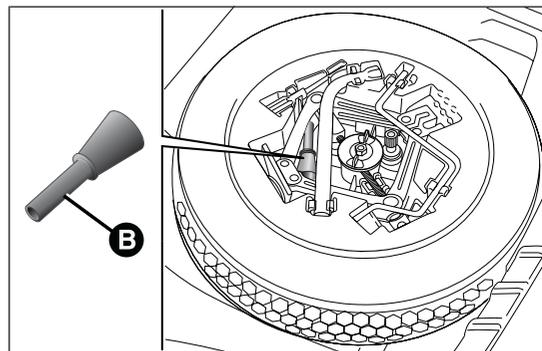
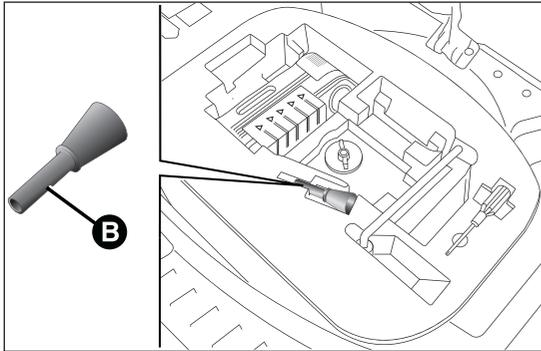

fig. 80
fig. 81
- ouvrir le coffre à bagages et prendre l'adaptateur spécial B situé dans la boîte à outils (versions équipées de roue compacte de secours - pour les versions/marchés qui le prévoient) fig. 80 ou dans la boîte du Fix&Go Automatic (versions équipées de Fix&Go Automatic) fig. 81 ;